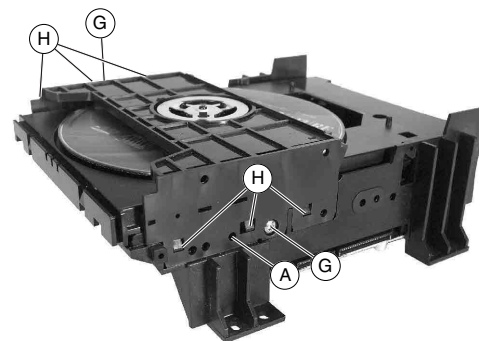

Fig. 6
- 2 Schrauben (G) (Fig. 6) herausdrehen.
- Rastnasen (H) (Fig. 6) lösen und Laufwerkoberteil abnehmen.
- Undo the 2 screws (G) (Fig. 6).
- Undo the locking lugs (H) (Fig. 6) then remove the top part of the drive mechanism.